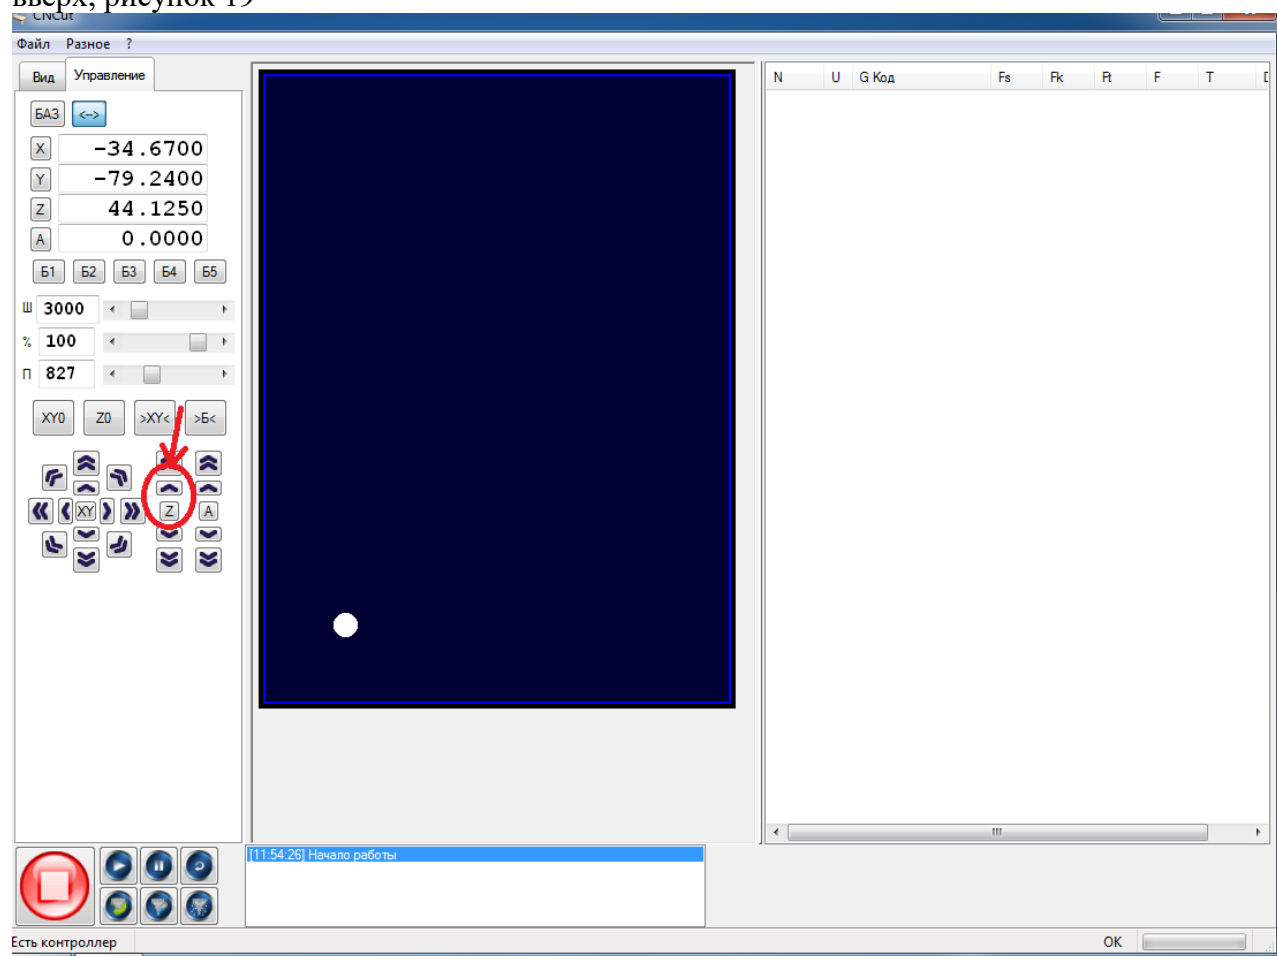

Рисунок 19. Движение по оси «Z»
10) Проверьте работу по оси Z. На вкладке «Управление» нажмите на стрелочку по оси «Z» вверх, рисунок 19